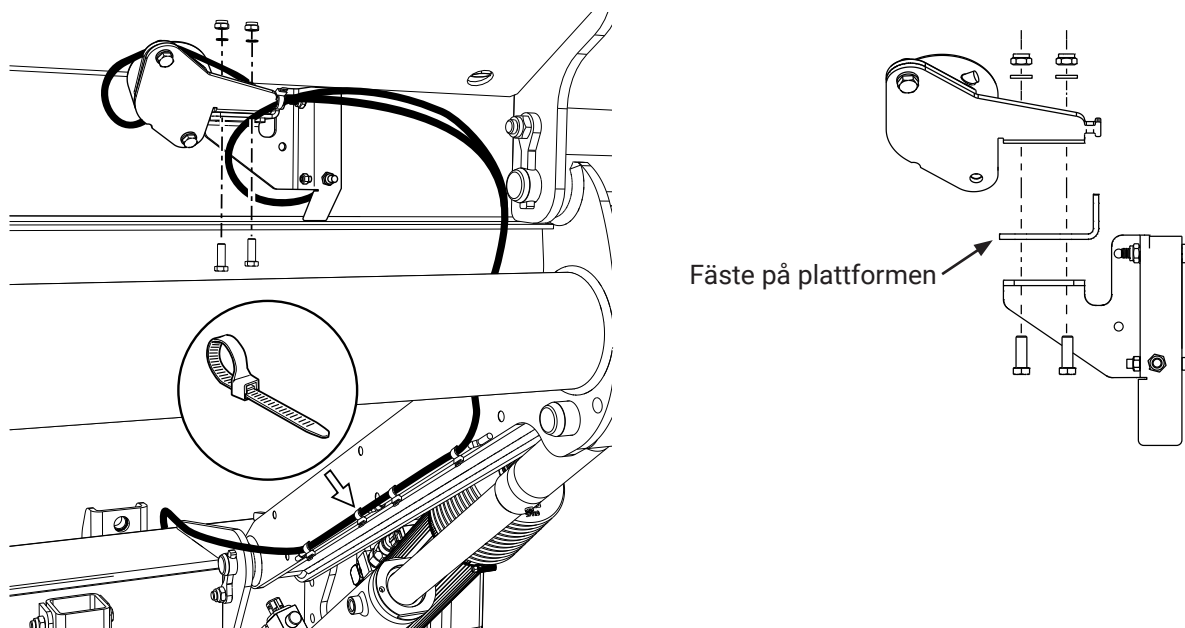

Bild 58. Montering vinkelgivare för autotilt
1. Montera vinkelgivarna på plattformen, använd medföljande skruvar, muttrar och brickor och fäst kabeln med buntband, se Bild 58